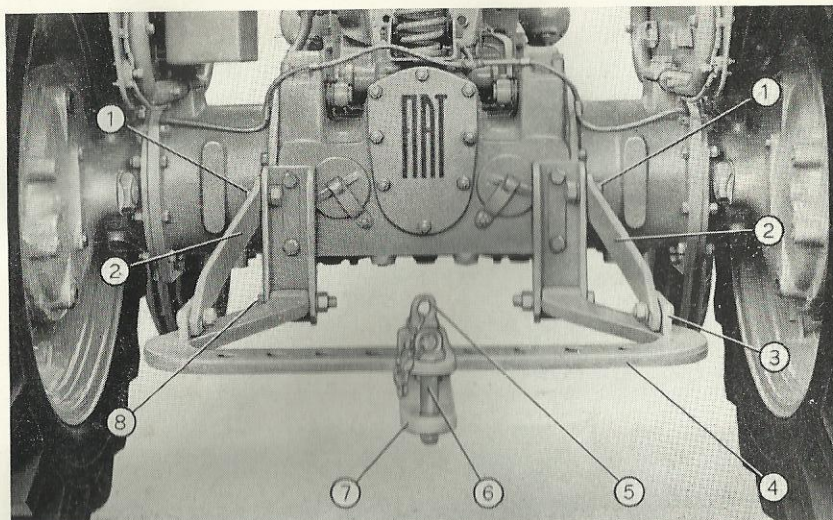

Fig. 43. - Dispositif d'attelage (position normale).
Pour l'attelage d'outils et de remorques, on a prévu une barre à secteur réglable en hauteur, munie d'un crochet à fourche (fig. 43). La hauteur de la barre, qui est montée à charnière sur les deux supports prévus sur le côté arrière du châssis-berceau, peut être variée en déplaçant les positions de fixation des deux tirants latéraux **2** et en faisant coïncider opportunément les trous prévus aux extrémités des tirants susdits et sur les étriers correspondants **3** du secteur.
3. Pour l'attelage de remorques à un seul essieu, il faut que le crochet se trouve en position normale (fig. 43), avec le secteur horizontal. Le crochet à fourche doit être remplacé par un support approprié auquel il faut accrocher le timon de la remorque.